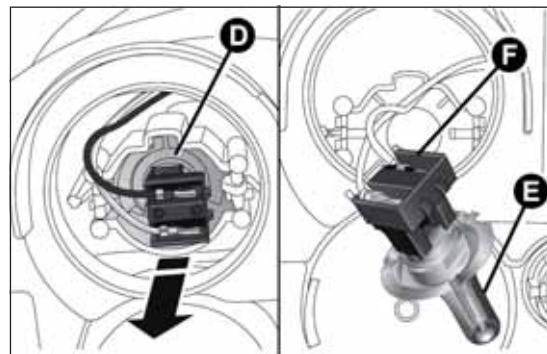

fig. 175
- ☐ quitar el grupo conector + portalámparas D fig. 175 extrayéndolo hacia el exterior;